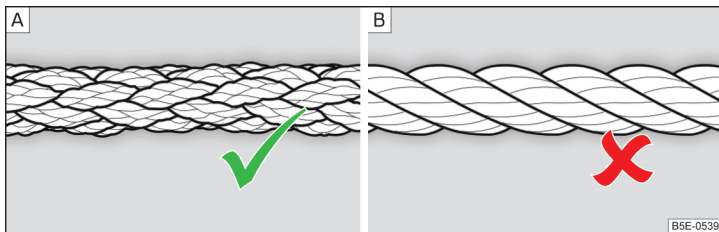

Fig. 245 Cablul de tractare împletit/cablul de tractare înfășurat
Pentru tractarea cu ajutorul unui cablu de tractare, folosiți numai un cablu din fibre sintetice » fig. 245 - [A] » !.
- La tractare nu utilizați cablu de tractare înfășurat » fig. 245 - [B], cârligul de tractare s-ar putea desface la autovehicul - există pericol de accident.